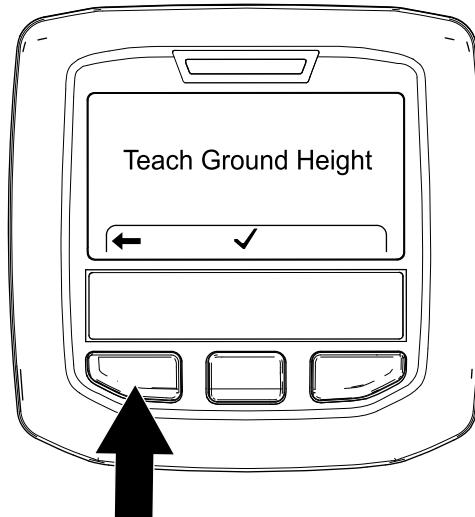

Рисунок 71
- Нажмите левую кнопку инфо-центра, чтобы выйти из функции Teach Ground Height (Калибровка высоты от земли) (Рисунок 71).